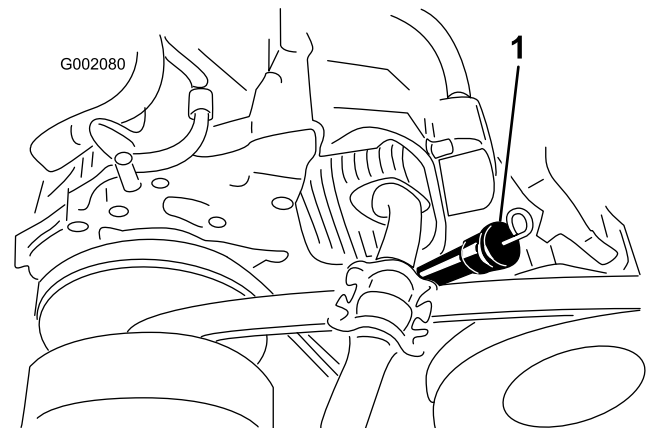

Figure 18
3. Avec un chiffon, nettoyez la surface autour du goulot de remplissage (Figure 18) pour éviter de faire tomber des impuretés dans le goulot de remplissage et d'endommager le moteur.
4. Retirez la jauge d'huile et essuyez soigneusement l'extrémité (Figure 18).
5. Enfoncez la jauge au fond du goulot de remplissage (Figure 18).
8. Réinsérez la jauge d'huile au fond du tube de remplissage (Figure 18).